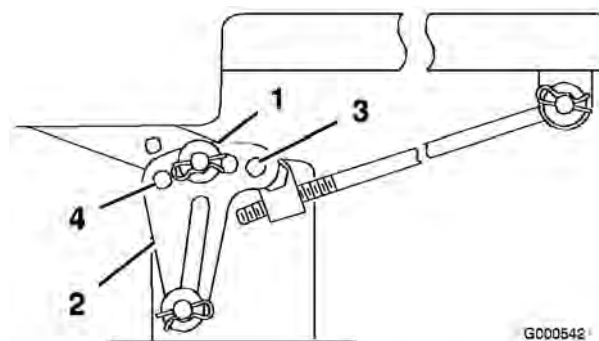

Figure 42
- Enlevez la goupille fendue et la rondelle de l'une des pattes de mise à niveau (Figure 42).
- Pour mettre les lames de niveau, fixez les pattes de mise à niveau dans un autre trou à l'aide de la rondelle et de la goupille fendue (Figure 42). Utilisez un trou plus en avant pour réduire la hauteur de ce côté, ou un trou plus en arrière pour l'augmenter. Réglez les deux côtés selon les besoins.